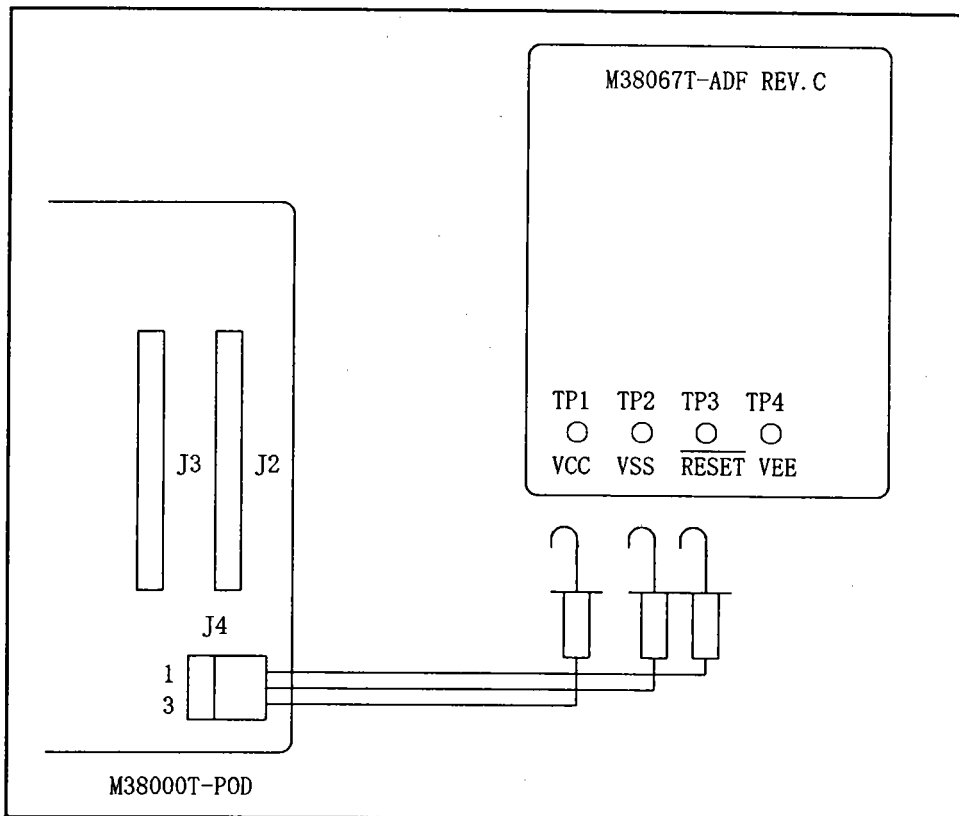

図4.1 M38067T-ADFの接続使用形態
- (1) M38067T-ADFにエミュレータMCUを実装してください。
- (2) M38000T-PODまたはM38000TL-PODの蓋を開けてください。
- (3) M38000T-PODまたはM38000TL-PODのJ4コネクタに接続されているケーブル(2本1組)を付属のケーブル(3本1組)に差し替えて、M38067T-ADF上のV_{CC}、V_{SS}、RESETピンと接続してください。V_{EE}端子のないMCUはV_{EE}ピンには何も接続しないでください。表4.1にJ4コネクタの信号を、図4.1に接続使用形態を示します。